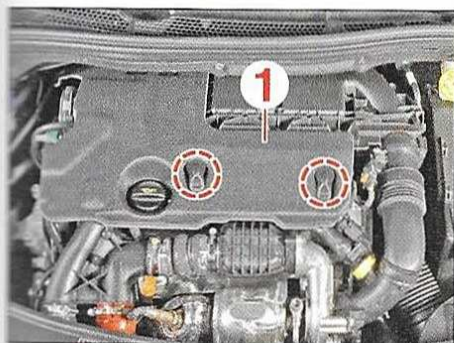

FIG.1
- Dégrafer et déposer le cache moteur (1) (Fig.1).